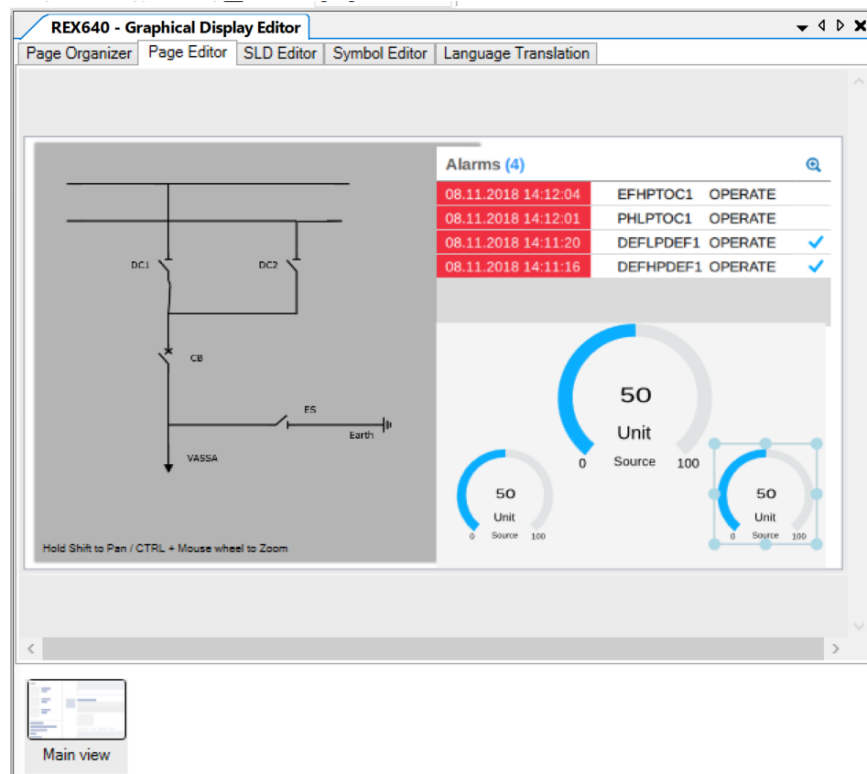

Imagen 162_Selección de la tercera medición de Page Editor.
3.24 Para el último medidor se realizarán los mismos pasos que se realizaron anteriormente, pero ahora para la potencia como se muestra en la **Imagen 162**.